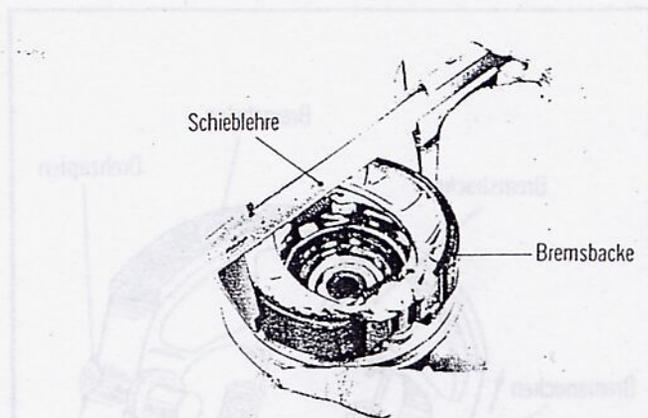

Abbildung 86
- (2) Bremsbeläge durch Dickenmessung auf Verschleiß prüfen. (Abbildung 86)